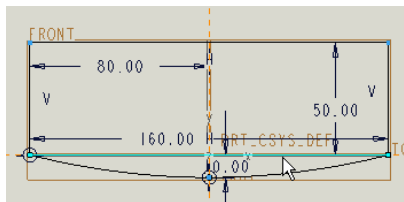

图 1-11 选择直线
(10) 移动鼠标光标至图 1-11 中鼠标光标所指的直线上（该直线呈青绿色显示），然后单击鼠标左键，这时直线呈红色显示，表示直线被选中，再单击鼠标右键，系统自动弹出快捷菜单，单击其中的“删除”选项删除直线，如图 1-12 所示。